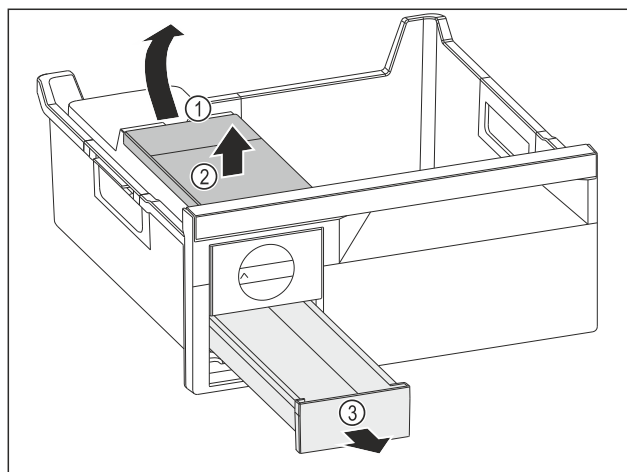

Fig. 135
- ▶ Виїняти бак для води: підняти бак для води за заглиблення Fig. 135 (1).
- ▶ Виїняти бак для води Fig. 135 (2) рухом вгору.
- ▶ Виїняти висувний ящик для кубиків льоду Fig. 135 (3) рухом вперед.